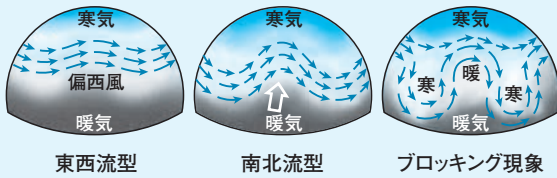

図2 ブロッキング現象²⁾
- 日本の上空を通る強い偏西風（ジェット気流）にブロッキング現象と呼ばれる乱れが生じ、北方の寒気を引き寄せた（図2）